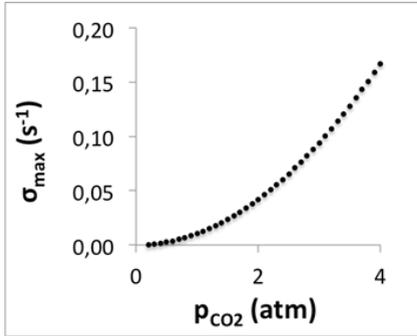

Figure 6: Taux de croissance maximum de l'instabilité, σ_{max} , en fonction de p_{CO_2} , la pression partielle en CO_2 au-dessus de la solution aqueuse.
Notre mémoire est divisé en deux parties. Nous avons tout d'abord établi un modèle sans réaction. Le terme f_i dans l'équation (3) est nul et la seule espèce dont la concentration varie est le CO_2 . Nous étudions l'influence de la pression partielle en CO_2 et de la salinité sur les caractéristiques de l'instabilité. Par la loi de Henry, la concentration en CO_2 au bord supérieur de la solution aqueuse est proportionnelle à la pression partielle en CO_2 au-dessus de l'eau salée. Une pression partielle en CO_2 croissante accroît donc le gradient de densité défavorable à l'origine de l'instabilité. Ceci explique que le système devient de plus en plus instable par rapport à l'instabilité de Rayleigh-Taylor, ainsi que le montre l'augmentation du taux de croissance maximum de l'instabilité sur la figure 6. Nous pouvons alors prédire que l'augmentation de la pression partielle en CO_2 accroît la convection. Par ailleurs, la figure 7 montre que le nombre d'onde du